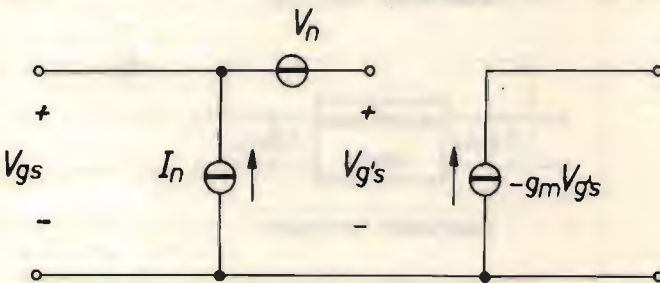

figura 6
dove  $g_m$  è la transconduttanza del fet. Il rumore di tale dispositivo può dunque essere rappresentato con il circuito equivalente, molto semplificato ma eccellente, illustrato in figura 6. Non sempre, purtroppo, il rumore dei fet ha il buon gusto di seguire la legge di van der Ziel, a causa di effetti  $1/f$  e di altro tipo. Tuttavia esistono ottimi dispositivi che, polarizzati con  $I_{DS} = 10 \text{ mA}$ , hanno valori di  $g_m \sim 10 \text{ mA/V}$  e rumore di tensione di  $1 \text{ nV}$  nella banda di  $1 \text{ Hz}$ , in ottimo accordo con la (7), nella regione delle frequenze audio al di sopra di  $100 \text{ Hz}$ .